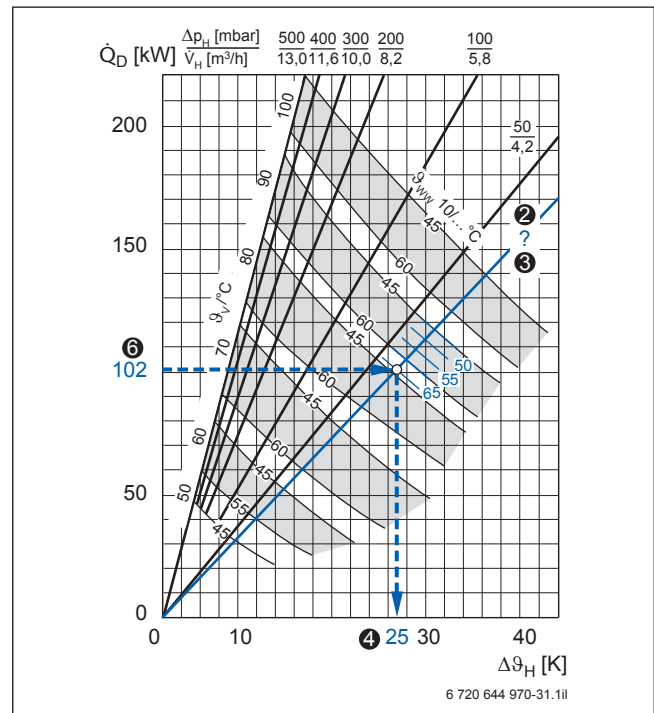

Bild 42 Warmwasser-Dauerleistung Logalux LTN750 und LTN950; Beispiel blau hervorgehoben (Abhängige Größen → Bild 39, Seite 55, Vorlage → Bild 82, Seite 114)
Im Dauerleistungsdiagramm → Bild 83, Seite 114 ist bei der vorgegebenen Heizwasser-Vorlauftemperatur von 90 °C eine Hilfslinie für eine Warmwassertemperatur von 65 °C einzuzeichnen (Beispiel → Bild 42). Aus dem Dauerleistungsdiagramm ist jedoch nur die zugehörige heizwasserseitige Temperaturdifferenz $\Delta \vartheta_H = 25$ K ❹ eindeutig ablesbar.